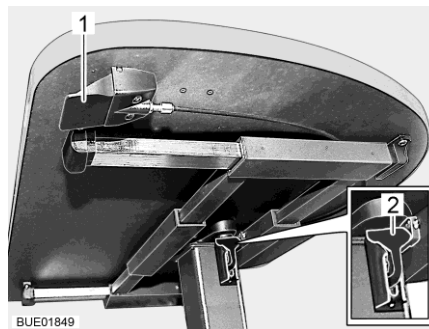

Bild 79 Hubtisch mit Entriegelungstaste
- Verriegelungshebel (Bild 79,2) nach unten ziehen oder drücken.
- Verriegelungshebel (Bild 79,2) nach oben drücken.
- Entriegelungstaste (Bild 79,1) drücken und gedrückt halten. Die Tischplatte fährt selbsttätig bis zum Endanschlag nach oben.
- Entriegelungstaste (Bild 79,1) loslassen. Die Tischplatte bleibt in der gewählten Position stehen.
- Entriegelungstaste (Bild 79,1) drücken und gedrückt halten.
- Entriegelungstaste (Bild 79,1) loslassen. Die Tischplatte bleibt in der untersten Position stehen.